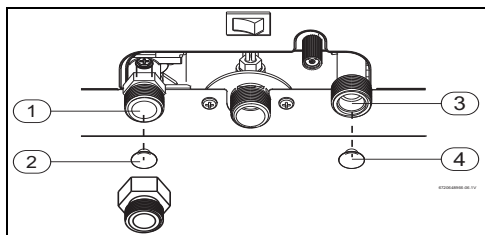

Fig. 13 Substituir los filtros
- Retirar el filtro de gas (Fig. 13, [2]);
- Retirar el filtro de agua (Fig. 13, [4]);